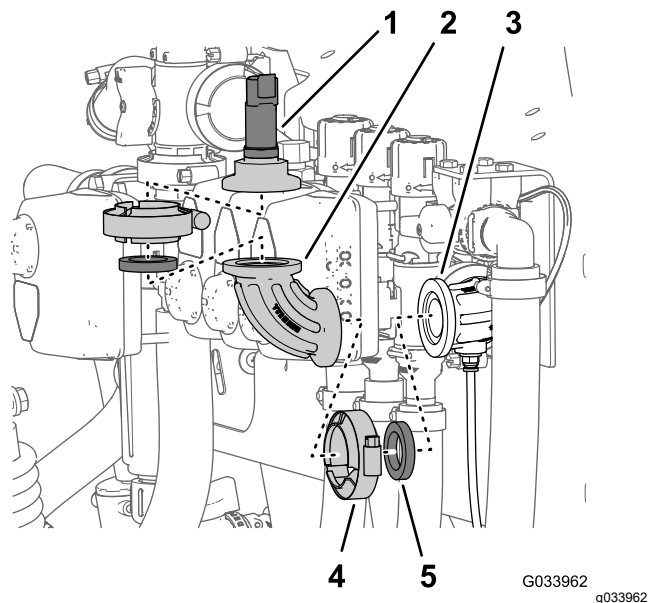

図 26
2. 水圧トランスデューサを90°フィッティングに固定しているフランジクランプを外して、トランスデューサ、ガスケット、フランジクランプを外す 図 26。
3. 90° フィッティングをセンストチューブ用コネクタ付き90°に固定しているフランジクランプを外して、90° フィッティング、ガスケット、フランジクランプを外す 図 26。